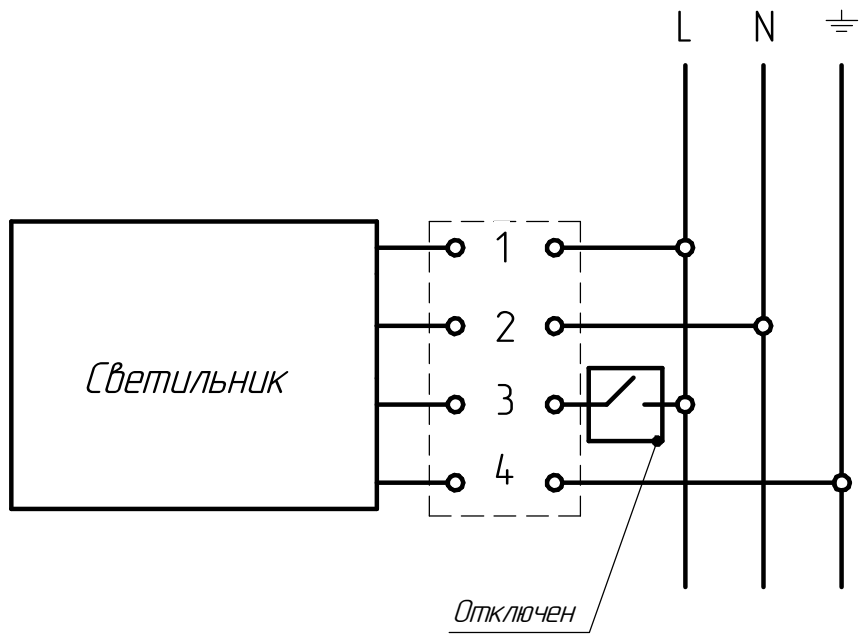

Рисунок 3 - Схема подключения светильников для зарядки АКБ
9.3 Срок службы аккумулятора БАП составляет 1 год. Гарантийный срок на аккумуляторные батареи БАП составляет 1 год с даты поставки, при условии соблюдения условий эксплуатации, но не более 12 месяцев от даты производства. Допускается хранение светильника с БАП и неподключенным питанием к сети 220В не более 6 месяцев. Если срок хранения превысил 6 месяцев, то следует БАП запитать от сети 220В и произвести зарядку АКБ (рисунок 3 приложение А). После окончания срока службы аккумулятор должен быть заменен на аналогичный.